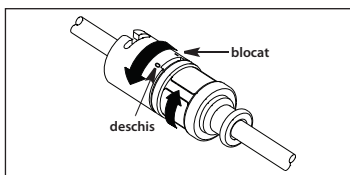

Figura 9
- b. Dacă se utilizează un ecran anticontaminare al cateterului cu adaptor TwistLock, rotiți jumătatea superioară a amboului distal în sens orar pentru a bloca cateterul în poziție. Re poziționați capătul proximal al ecranului cateterului după cum doriți. Rotiți jumătatea superioară și cea inferioară în direcții opuse, pentru a bloca în poziție. Testați adaptorul trăgând ușor de cateter, pentru a asigura fixarea sigură pe cateter (consultați Figura 9).